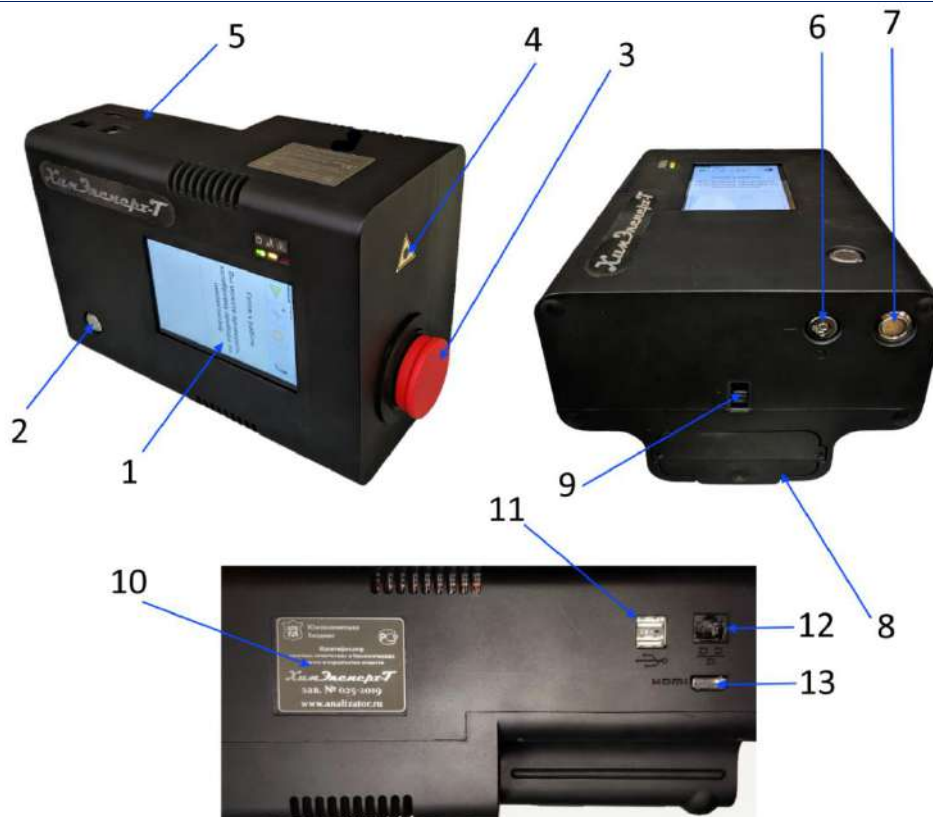

Рис. 1.3. Внешний вид МС с органами управления и функциональными элементами.
Внешний вид МС с органами управления и функциональными элементами, представлен на рис. 1.3.
- вставить в замок (п. 6 рис. 1.3) и повернуть ключ включения питания прибора;
- нажатием кнопки включения (рис. 1.3 п. 7) включить встроенный компьютер (загорится жёлтый светодиод);